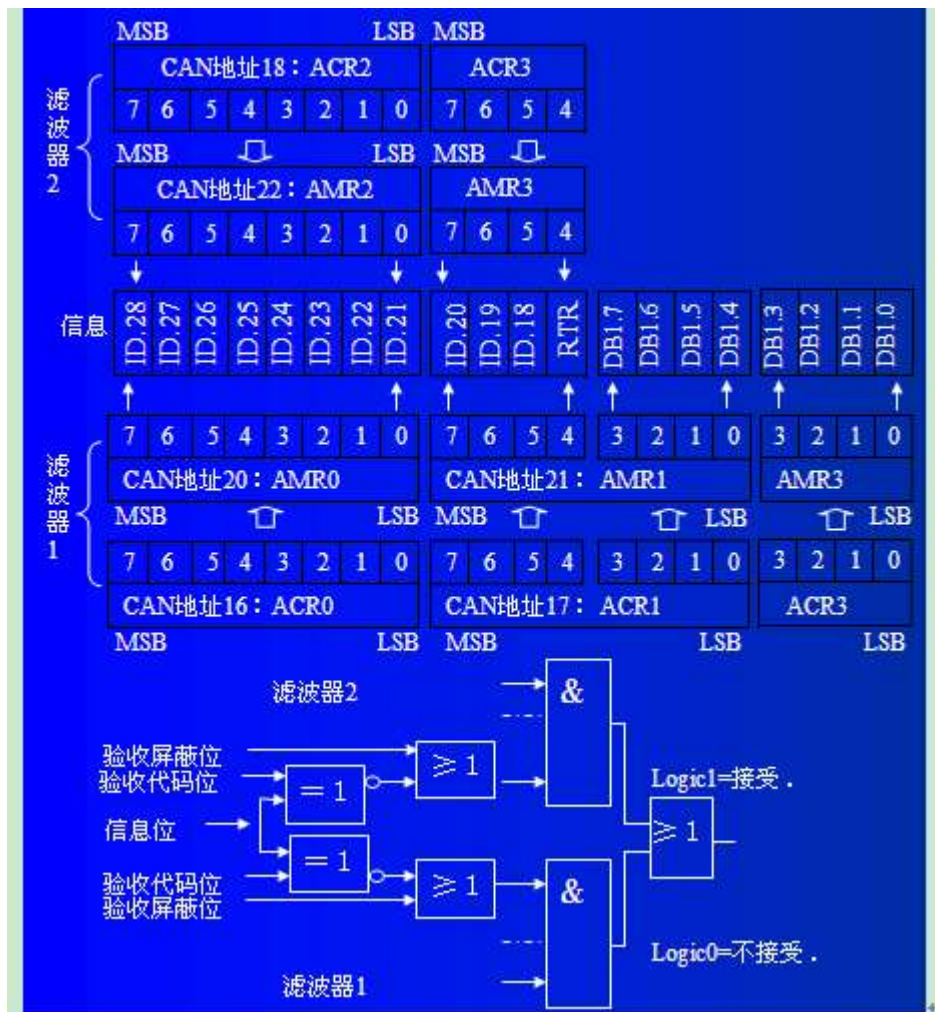

图 3 标准帧双滤波示意图
**标准帧：**对于标准帧，那么则相当于有两个单滤波情况下的滤波器对接收帧标识进行滤波。接收逻辑如图 3 所示。